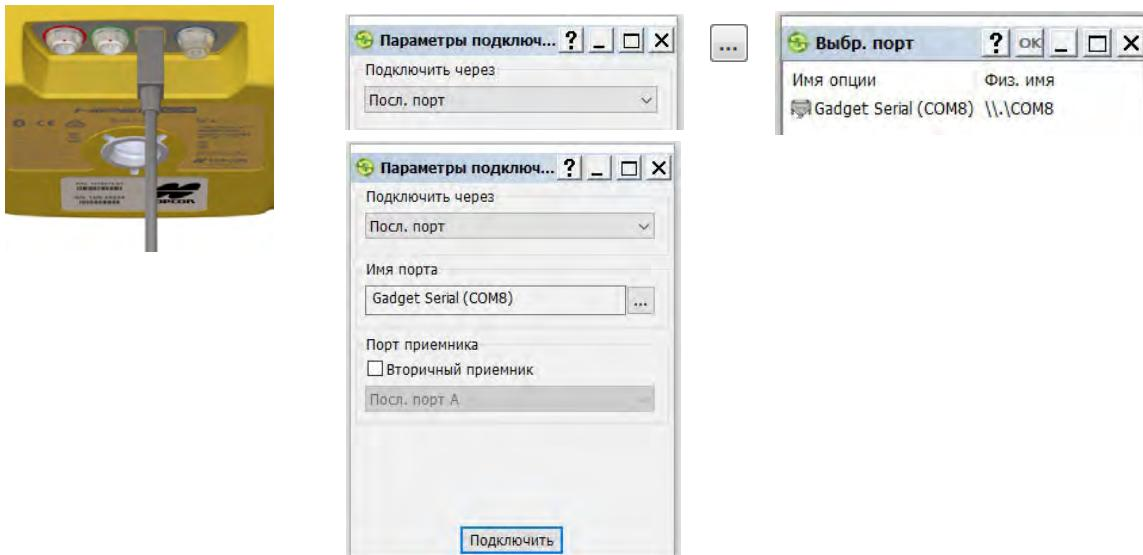

Рисунок 5-2: Окно Параметры подключения/Выбор порта
7. Кликните кнопку Появится окно **Выбр. порт** (Рисунок 5-2).